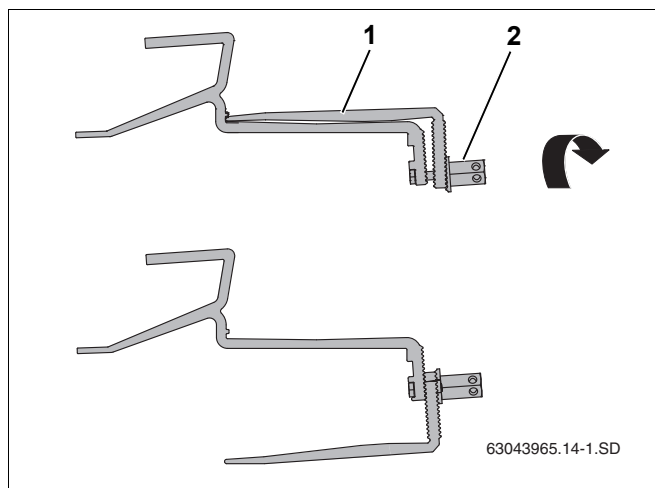

Рис. 12 Поворачивание нижней части кровельных крюков
- ▶ Отверните высокую гайку (рис. 12, поз. 2) на кровельном крюке и переведите его нижнюю часть (рис. 12, поз. 1) в правильное положение.